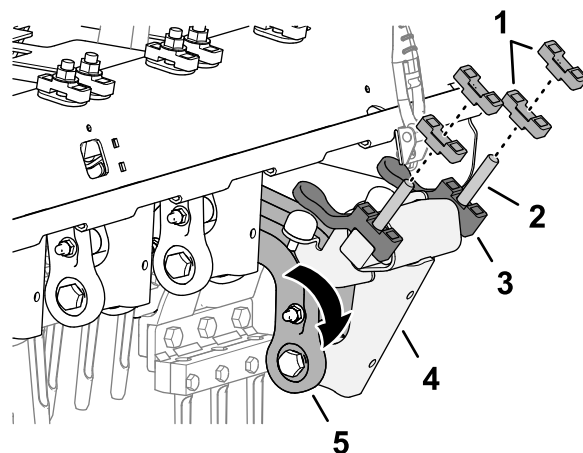

Figura 133
3. Ruotate la connessione dell'ammortizzatore e l'albero dell'ammortizzatore verso il basso (Figura 133).